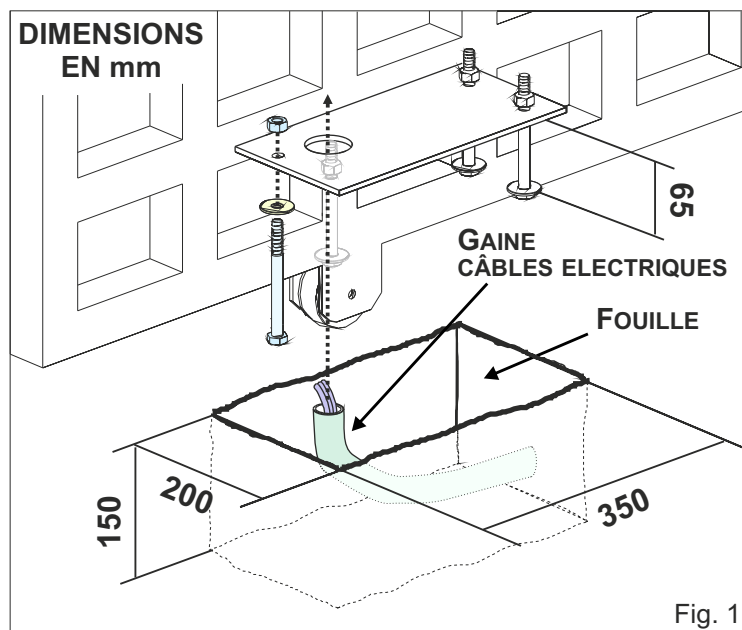

Fig. 1
2.1. Selon les mesures indiquées sur la Fig. 1, préparez un emplacement de béton à l'intérieur de laquelle la plaque de fondation sera murée à l'aide des boulons d'ancrage